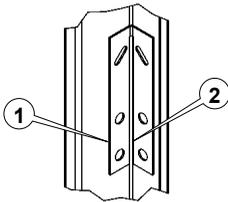

Abb. 84: Stellung der Ausklappanker im Anlieferungszustand
1. Alle Ausklappanker im Anlieferungszustand belassen (siehe Abb. 84).